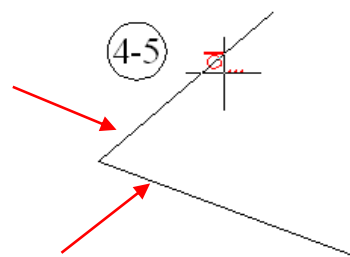

Рис. 1.18
**Ваш ответ:** Выбрать точку на верхнем отрезке (показано стрелкой на рис. 1.18).
**Ваш ответ:** Выбрать точку на нижнем отрезке (показано стрелкой на рис. 1.18).